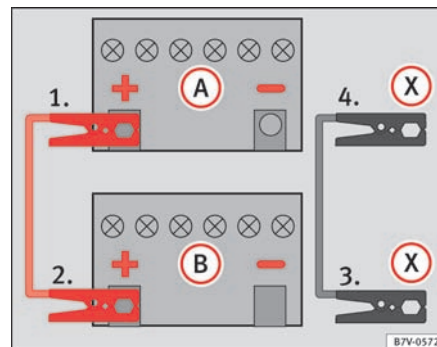

Fig. 214 Skematisk visning af, hvordan startkablerne sættes på, når den hjælpende bil har start-stop-funktion: afladet batteri (A) og strømgivende batteri (B).
- I biler **med start-stop-funktion**: Sæt den ene ende af det *sorte* startkabel ⊗ fast på en egnet stelforbindelse – en massiv metaldele, der er skruet sammen med motorblokken eller selve motorblokken ⇒ Fig. 214.
- Sæt den anden ende af det *sorte* startkabel ⊗ på en massiv metaldele, der er skruet fast på motorblokken, eller på selve motorblokken i bilen med det afladede batteri – dog ikke i nærheden af batteriet (A) ⇒ Δ.